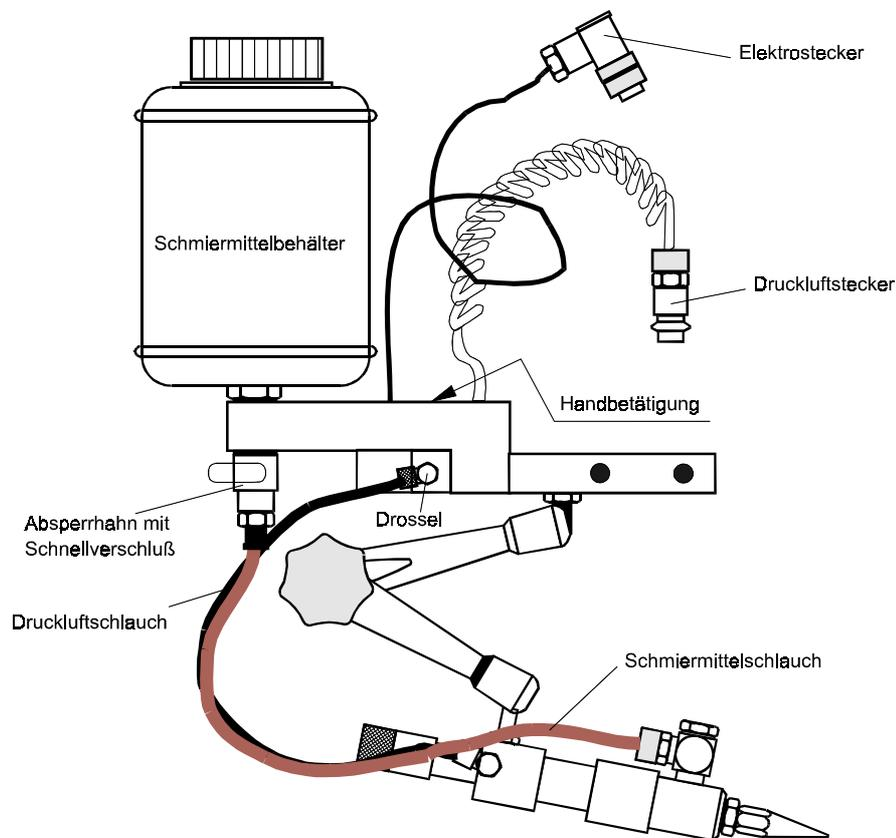
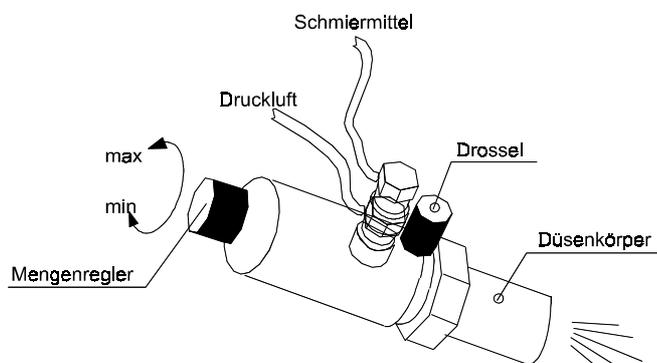

Bild 7-1 Schmiermittelanlage SME
Bild 7-3 Dosiereinheit der SPE
2. Schmiermittelanlage (Bild 7-1) an der Rückseite des Gerätekopfes (Bild 2-4/5) mit zwei M4-Innensechskantschrauben festschrauben.
- Drossel bei SME (Bild 7-1) bzw. SPE (Bild 7-3) bis zum Anschlag herausdrehen (max. Druck)